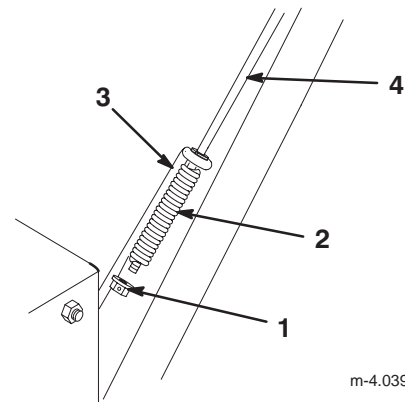

Figure 9
1. Glissez le ressort sur le bas de la tige de traction supérieure (Fig. 9).
2. Vissez un contre-écrou à embase (embase vers le haut) sur le bas de la tige de commande de traction supérieure, sous le ressort (Fig. 9).